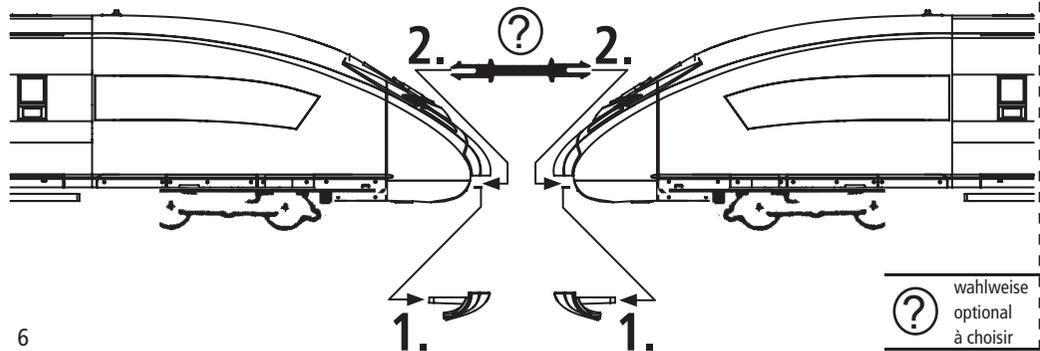

Fig. 3
Installation of a PluX16 decoder in the middle wagon with motor: Remove the housing in order to install a digital decoder (Fig. 3). Remove the bridging plug **Z**. Insert the 16-pin decoder plug into the interface whilst paying attention to the coding pin (Fig. 5).
Installation of function decoders in the traction cars without motor: Remove the housing in order to install a digital decoder (Fig. 3). Remove the bridging plug **Y**. Insert the 16-pin decoder plug into the interface whilst paying attention to the coding pin (Fig. 2).
2. Lubrication: Only apply **small oil droplets** onto the positions as marked in the lubrication plan in Fig. 8. In order to do so, first remove the locomotive housing (Fig. 3). We recommend **ROCO oiler Art. No. 10906**. In order to lubricate the transmission parts (gear wheel, screw), we recommend using **ROCO special grease 10905**. If lubricated, **do not oil** these parts.
4. Replacement motor with flywheel: Remove the housing in order to install the replacement motor (Fig. 3). The motor is then removed and replaced. Attention: We recommend only arranging for the motor to be replaced by your specialist dealer or a ROCO Service Partner.
Montage d'un décodeur PluX16 dans les wagons centraux à moteur: pour monter un décodeur numérique, retirer le boîtier (fig. 3). Enlever le shunter Z. Introduire dans l'interface le connecteur à 16 pôles du décodeur par rapport aux broches de codage (fig. 5). La broche de codage est marqué d'un * sur la platine. Refermer le véhicule.
Montage de décodeurs de fonctions dans les véhicules moteurs de la rame sans moteur: pour monter un décodeur numérique, retirer le boîtier (fig. 3). Enlever le shunter Y. Introduire dans l'interface le connecteur à 16 pôles du décodeur par rapport aux broches de codage (fig. 7).
n'appliquez que de petites gouttes d'huile aux endroits indiqués par le plan de graissage (fig. 8). Retirer d'abord la caisse de la locomotive pour ce faire (fig. 3). Nous recommandons le **lubrificateur réf. 10906 ROCO**. Nous recommandons la **graisse spéciale ROCO réf. 10905** pour lubrifier les pièces d'engrenages (roues dentées, vis sans fin). Ne pas huiler ces pièces dans le cas d'une lubrification.
4. Moteur de rechange avec masse mobile : pour monter le moteur de rechange, retirer la caisse (fig. 3). Ensuite, le moteur est démonté et changé. Attention : nous recommandons de ne faire effectuer le changement de moteur que par votre revendeur ou un partenaire service de ROCO !